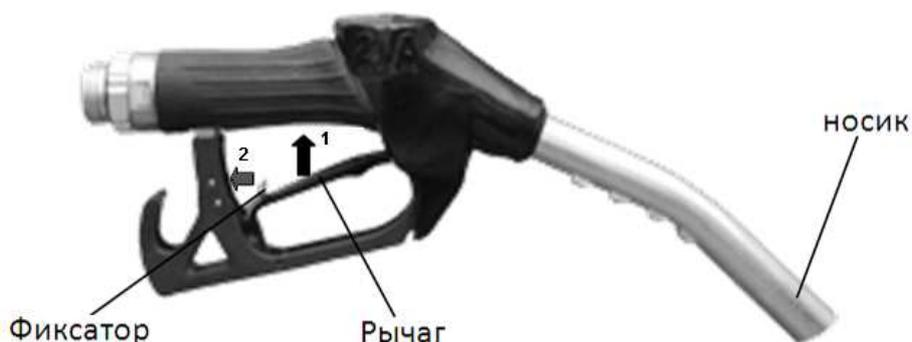

Рис. 2 Фиксация рычага крана раздаточного
- выжать рычаг и зафиксировать его, как показано на Рис. 2.